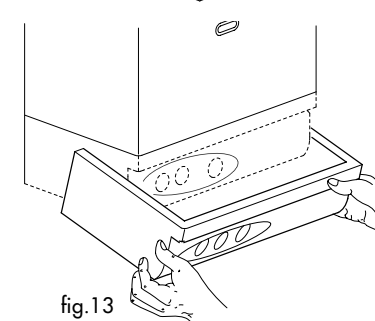

fig.13
- far scorrere il cruscotto verso l'esterno e farlo ruotare fino alla posizione di fermo (fig.13)